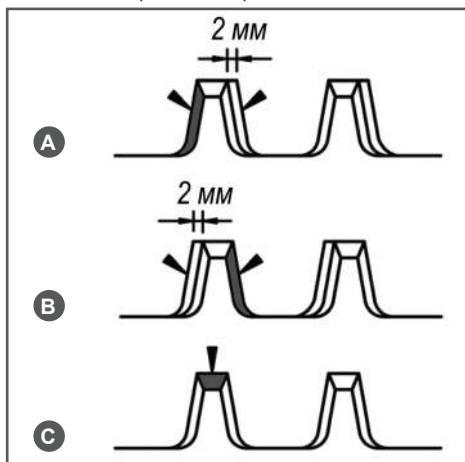

Рис. 15 Заточка лезвий ножей
1. Запустите двигатель и слегка нажимая на рычаг газа и слегка увеличивая обороты двигателя, разведите лезвия верхнего и нижнего ножей примерно на 2 мм, как показано на Рис. 15А, и заглушите двигатель.
2. Закрепите устройство и его ножи от смещения (например, с помощью тисков или струбцины) и заточите боковые режущие кромки ножей плоским напильником или шлифовальной машиной, соблюдая первоначальный угол заточки (Рис. 15А).
3. Снова запустите двигатель и аналогично действиям в п. 1 разведите лезвия верхнего и нижнего ножей примерно на 2 мм, как показано на Рис. 15В, и заглушите двигатель.
4. Снова закрепите устройство и ножи и заточите остальные боковые режущие кромки ножей плоским напильником или шлифовальной машиной, соблюдая первоначальный угол заточки (Рис. 15В).
5. После этого выровняйте лезвия ножей и заточите верхнюю часть лезвий, соблюдая первоначальный угол заточки (Рис. 15С).